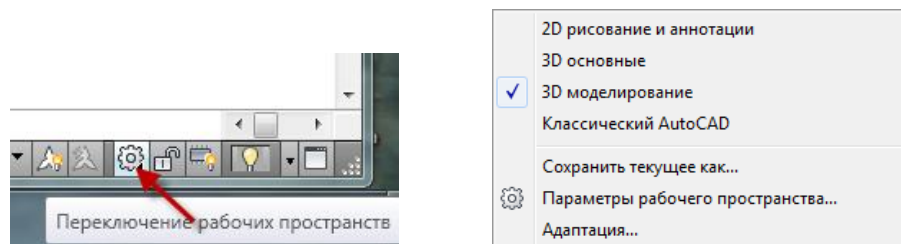

Рис.3.2. Строка состояния AutoCAD и контекстное меню выбора рабочего пространства
**В появившемся рабочем окне системы AutoCAD** в правом нижнем углу в строке состояния AutoCAD нажмите кнопку  и **выберите** рабочее пространство **3D моделирование** (рис.3.2).